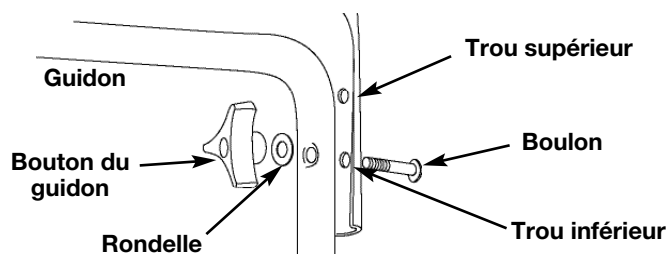

Fig. 2
1. Vous pouvez ajuster la hauteur des poignées en retirant les boutons et les boulons de fixation et en les replaçant dans les trous supérieurs ou inférieurs du guidon (Fig. 2).